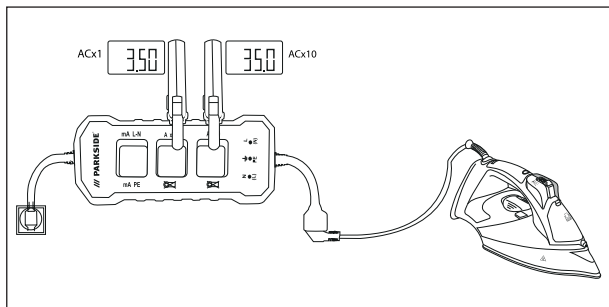

Fig. 1
- 1) Branchez la fiche Schuko ❸ de l'appareil sur une prise secteur.
- 2) Reliez la fiche secteur du terminal à la prise de raccordement Schuko ❹.
- 3) Placez la pince ampèremétrique autour des points de mesure A x1 ❷ ou A x10 ❸, et mettez le terminal en marche.
- 4) Lisez les valeurs du courant de ligne sur l'anneau A x1 ❷ ou divisez la valeur lue de l'anneau A x10 ❸ par 10 (voir fig. 1)